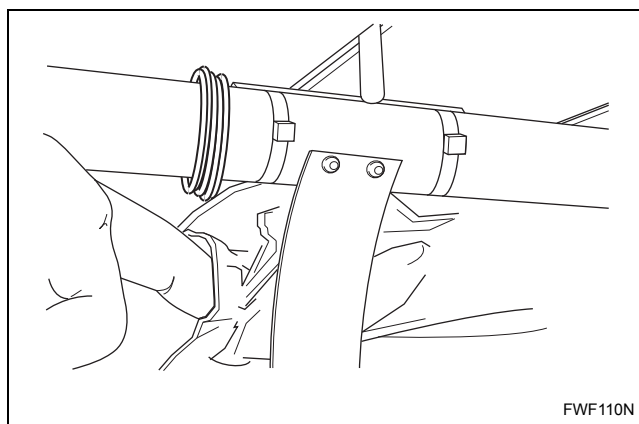
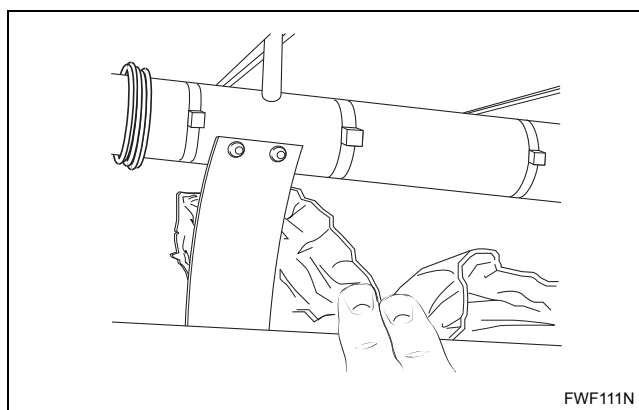
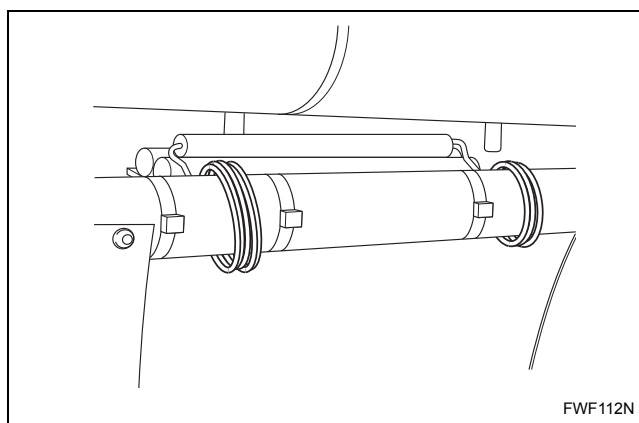

Figura 9
Figura 10
Figura 11
- b. Remova o papel protector com a mão. Seja especialmente cuidadoso em torno da lâmina divisora e do sensor de temperatura. Consulte a *Figura 9*, *Figura 10* e a *Figura 11*.